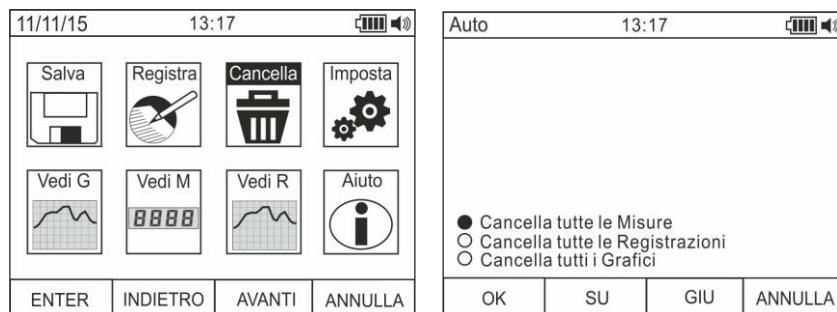

Fig. 12: Cancellazione memoria interna
14. Usare i tasti **F2** o **F3** per selezionare l'icona “Cancella” e premere il tasto **F1** (vedere Fig. 12 – parte sinistra)